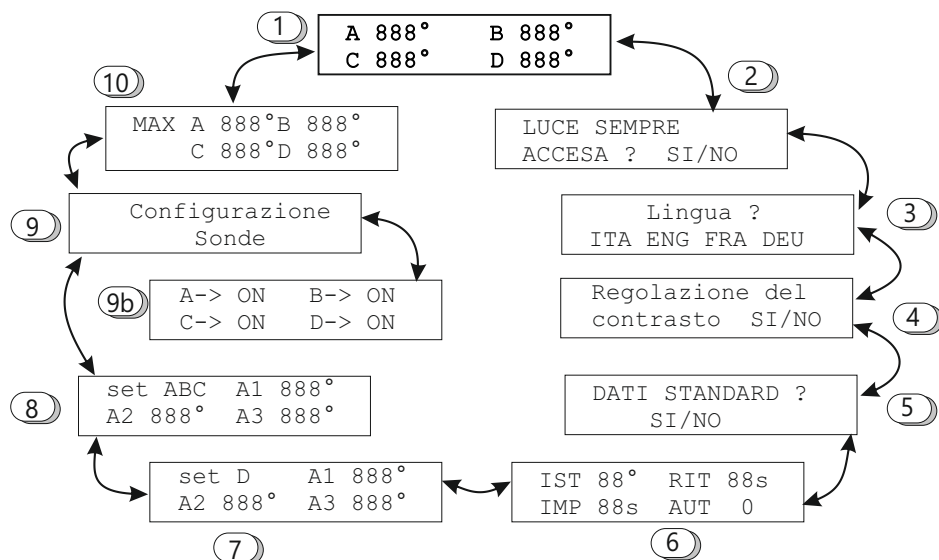

Figura 7
Le paginate si possono percorrere ciclicamente, ovvero arrivati all'ultima si passa direttamente alla prima. Si veda il diagramma riportato in Figura 7. Facendo riferimento allo schema, con il tasto $\blacktriangledown$ si percorrono le paginate in senso orario, mentre con il tasto $\blacktriangle$ si percorrono in senso antiorario.
- utilizzando i tasti $\blacktriangle$ e $\blacktriangledown$ (come indicato nel paragrafo precedente) ci si posiziona sulla paginata di visualizzazione che contiene i dati che si intende impostare (per esempio la paginata 3 di Figura 7)
- Entrando in modalità di programmazione, premendo contemporaneamente i tasti ◆ e ↵, nella **paginata 2** della Figura 7 è possibile scegliere tra due opzioni diverse di funzionamento della retroilluminazione del Display. Con luce sempre accesa la retroilluminazione sarà regolarmente accesa. Nella seconda modalità di funzionamento la retroilluminazione sarà abitualmente al minimo e verrà attivata per un breve tempo solo sulla pressione di un qualsiasi tasto da parte dell'utente. In modalità di programmazione è necessario rispondere con sì oppure no Utilizzando i tasti ▲ e ▼.
- Entrando in modalità di programmazione, premendo contemporaneamente i tasti ◆ e ↵, nella **paginata 3** della Figura 7 è possibile impostare la lingua da visualizzare nei menù utilizzando il tasto ◆ e confermando la scelta con ↵.
- Entrando in modalità di programmazione, premendo contemporaneamente i tasti ◆ e ↵, nella **paginata 4** della Figura 7 è possibile regolare il contrasto utilizzando i tasti ▲ e ▼: con il primo si incrementa il contrasto, mentre con l'altro si decrementa.
- Entrando in modalità di programmazione, premendo contemporaneamente i tasti ◆ e ↵, nella **paginata 5** della Figura 7 è possibile ripristinare i dati di fabbrica. In modalità di programmazione è necessario rispondere con sì oppure no Utilizzando i tasti ▲ e ▼.
- Entrando in modalità di programmazione, premendo contemporaneamente i tasti ◆ e ↵, nella **paginata 6** della Figura 7 si può impostare una serie di dati il cui significato viene spiegato nel paragrafo *descrizione dati programmabili*.
- Entrando in modalità di programmazione, premendo contemporaneamente i tasti ◆ e ↵, nella **paginata 7** della figura 7 si possono modificare le soglie di temperatura associate agli allarmi relativi alla sonda D. Questa sonda in genere viene associata al nucleo del trasformatore, ma in certe occasioni non viene installata. In questi casi per evitare che il dispositivo fornisca un allarme per la sonda non collegata è necessario disabilitare la sonda da programmazione nella **pagina 9**. La soglia A1 è il primo livello di allarme, la soglia A2 è il secondo e quella A3 è l'ultimo livello (*sgancio del trasformatore*).
◆ e ↵, nella **paginata 8** della figura 7 si possono modificare le soglie di temperatura associate agli allarmi relativi alle tre sonde A, B e C. La procedura per la modifica dei dati è quella generale sopra descritta. La soglia A1 è il primo livello di allarme, la soglia A2 è il secondo e quella A3 è l'ultimo livello (*sgancio del trasformatore*).
- Entrando in modalità di programmazione, premendo contemporaneamente i tasti ◆ e ↵, nella **paginata 9** della Figura 7 si accede alla pagina **9b** che permette l'abilitazione o disabilitazione delle singole sonde. Ci si sposta sulle sonde con il tasto ◆ e si sceglie ON oppure OFF utilizzando i tasti ▲ e ▼. Premendo il tasto ↵ si conferma la scelta e si esce dalla programmazione. Le sonde si possono disabilitare in modo che per mancanza della sonda non venga segnalato alcun errore. Sulla pagina principale le sonde disabilite saranno indicate con 3 trattini invece della temperatura. Se la sonda fosse mancante e non disabilitata verrebbe indicata nella pagina principale con ERR e si attiverebbe l'*allarme generale*.
- Entrando in modalità di programmazione, premendo contemporaneamente i tasti ◆ e ↵, nella **paginata 10** della Figura 7 si possono modificare i dati delle massime temperature raggiunte da ogni canale di acquisizione. Questi dati sono solo azzerabili. Entrando in modalità di programmazione i quattro massimi verranno azzerati contemporaneamente. Non si vedranno comunque apparire degli zeri poiché il sistema appena terminata l'operazione di azzeramento confronta il nuovo massimo con le temperature rilevate che saranno sicuramente superiori e quindi i massimi verranno istantaneamente riaggiornati con i nuovi valori.
Premendo contemporaneamente i tasti ◆ e ↵, nella paginata principale (**paginata 1** della Figura 7) si effettua la tacitazione degli allarmi nel caso sia stato programmato l'autoritegno (si veda il paragrafo *descrizione dati programmabili*).
- Un dato di *isteresi* unico per tutte le soglie di temperatura programmabili. Esso serve per evitare attivazioni e spegnimenti ravvicinati degli allarmi dovuti ad oscillazioni della temperatura intorno alle soglie programmate. Questo dato è indicato come IST nella paginata 5 della figura 7.
- Un dato di *ritardo* per l'attivazione di ogni allarme dal momento del superamento di una soglia di temperatura: rappresenta il tempo minimo di permanenza della temperatura al di sopra del *setpoint* per l'attivazione dell'uscita. Ciò serve per filtrare transitori superamenti delle *soglie di temperatura* programmate. Questo dato è indicato come RIT nella paginata 5 della figura 7.
- *Autoritegno* dell'allarme di sgancio della macchina elettrica per mantenere attivo l'allarme di sgancio anche al rientro della temperatura sotto la rispettiva soglia. Questa opzione è da attivare se si desidera che prima della riaccensione della macchina elettrica ci sia la verifica delle cause dell'allarme da parte di un manutentore, infatti in questo caso l'allarme deve essere annullato manualmente dall'operatore agendo sui tasti del frontale. Questo dato è indicato come AUT nella paginata 5 della figura 7.
secondi pari alla durata del dato *durata impulso*. Se non si vuole la chiusura ad impulso di questo relè è necessario programmare a 0 questo dato. Questo dato è indicato come IMP nella paginata 5 della figura 7.
Se questa non dovesse esser la causa del permanere dell'allarme verificare se sia stato programmato il dato di *Autoritegno*. In questo caso gli allarmi possono essere disabilitati da operatore entrando in programmazione nella paginata principale (paginata 1 della figura 7).